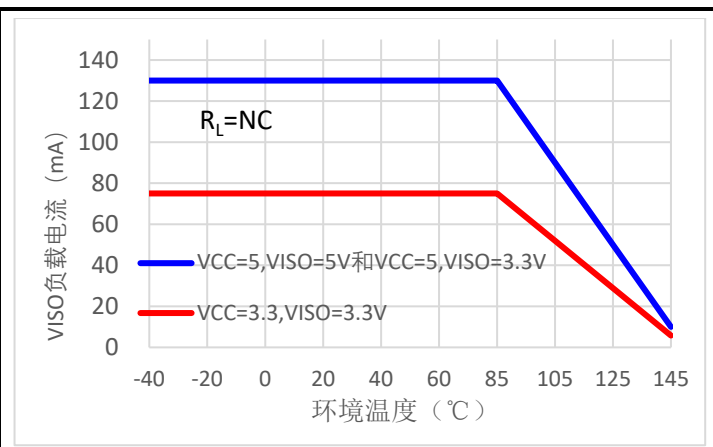
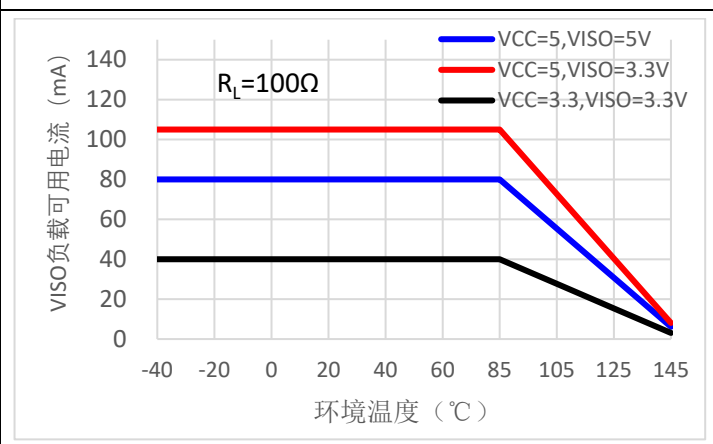
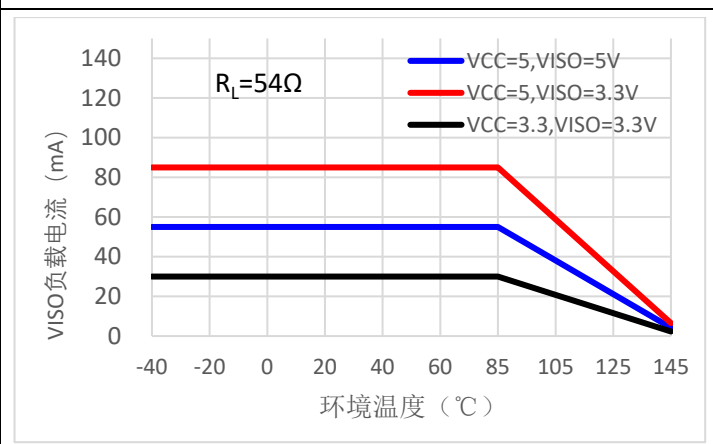

图 7.10-14
图 7.10-16
图 7.10-18
1. $DE = V_{CC}$ , $\overline{RE} = 0V$ , $DI = 0V$ 或 $V_{CC}$ ; 当 $T_A > 85^\circ C$ 时, 最大负载可用电流应适当降低, 可参考图 7.10-14、图 7.10-16 和图 7.10-18;
表 9-6 列举了器件在常温下不同输出隔离电压和 A、B 之间接不同负载电阻时最大负载可用电流。当输出电压  $V_{ISO}$  为 5V 时，若总线 A 和 B 之间接入 54Ω 电阻，此时总线端自身消耗的负载电流约为 75mA， $V_{ISO}$  输出电压最多可以外供 55mA 电流。需要注意的是，上述电流是在常温 ( $T_A = 25^\circ C$ ) 下的数据，当温度超过 85°C 时，最大负载可用电流应适当降低，请在应用的时候加以考虑，详见图 7.10-14、图 7.10-16 和图 7.10-18 关于最大负载可用电流随器件环境温度变化的曲线。注意上述图中曲线的前提条件是器件的通讯速率与总线 A 和 B 之间的电容乘积小于  $0.5Mbps \times 2nF$ 。在实际应用中，若器件的通讯速率与总线 A 和 B 之间的电容的乘积大于  $0.5Mbps \times 2nF$ ，器件本身消耗的电流会增大，此时应考虑降低  $V_{ISO}$  可以外供的最大负载电流。